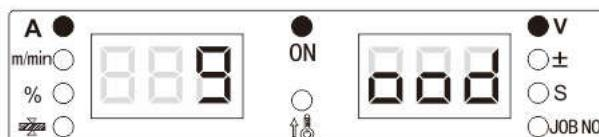

Рисунок 3-32. Индикация мигающего сигнала ""GOOD" ("ХОРОШО") на цифровых дисплеях
- Светодиодный дисплей покажет сигнал "GOOD" ("ХОРОШО") в мигающем режиме (см. Рисунок 3-32).